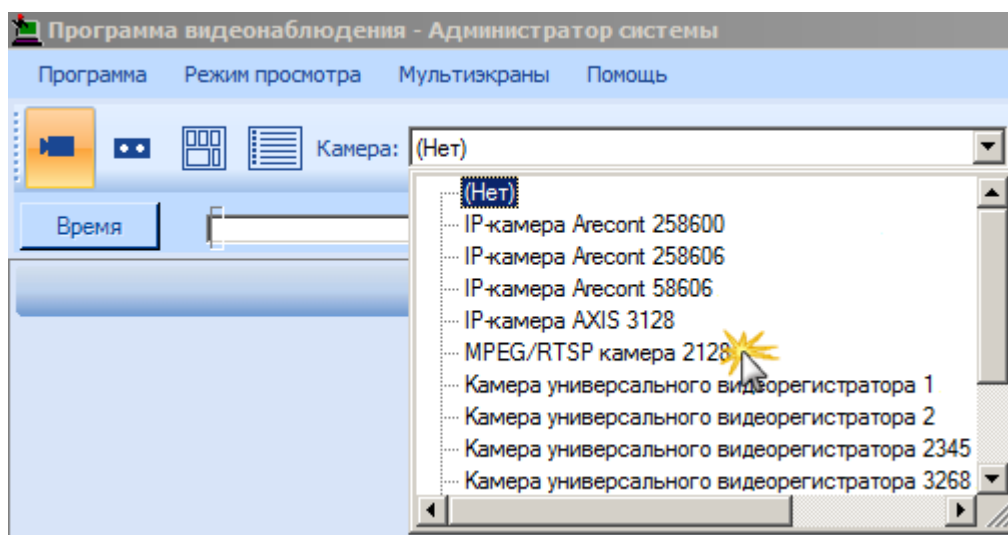

Рисунок 11 — Выбор элемента, соответствующего видеокамере
3. На панели управления, в выпадающем списке **Камера** выберите элемент типа **Камера** (рисунок 11), который вы привязали к элементу **Поворотное устройство** ранее (см. раздел Настройка взаимодействия элементов).